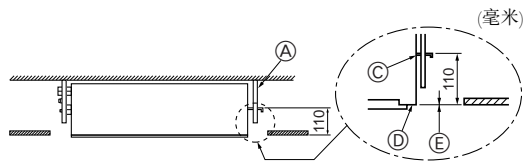

Fig. 2-9
- 拧紧所有螺母。(Fig. 2-9)
- ① 挂环螺栓(3/8"或M10)
- ② 透明的塑料管子
- ③ 支架底面
- ④ 在这里固定前侧面板
- ⑤ 确保这些表面彼此平整(0-3毫米)